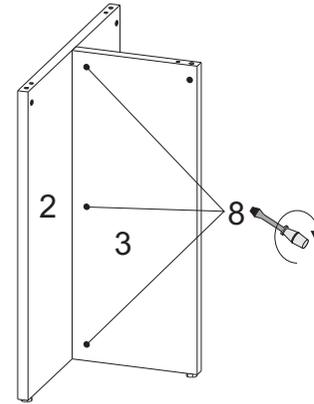

Рис.5
6. Соедините детали 2 с деталями 3 и затяните эксцентрики по часовой стрелке до упора. (рис.5)